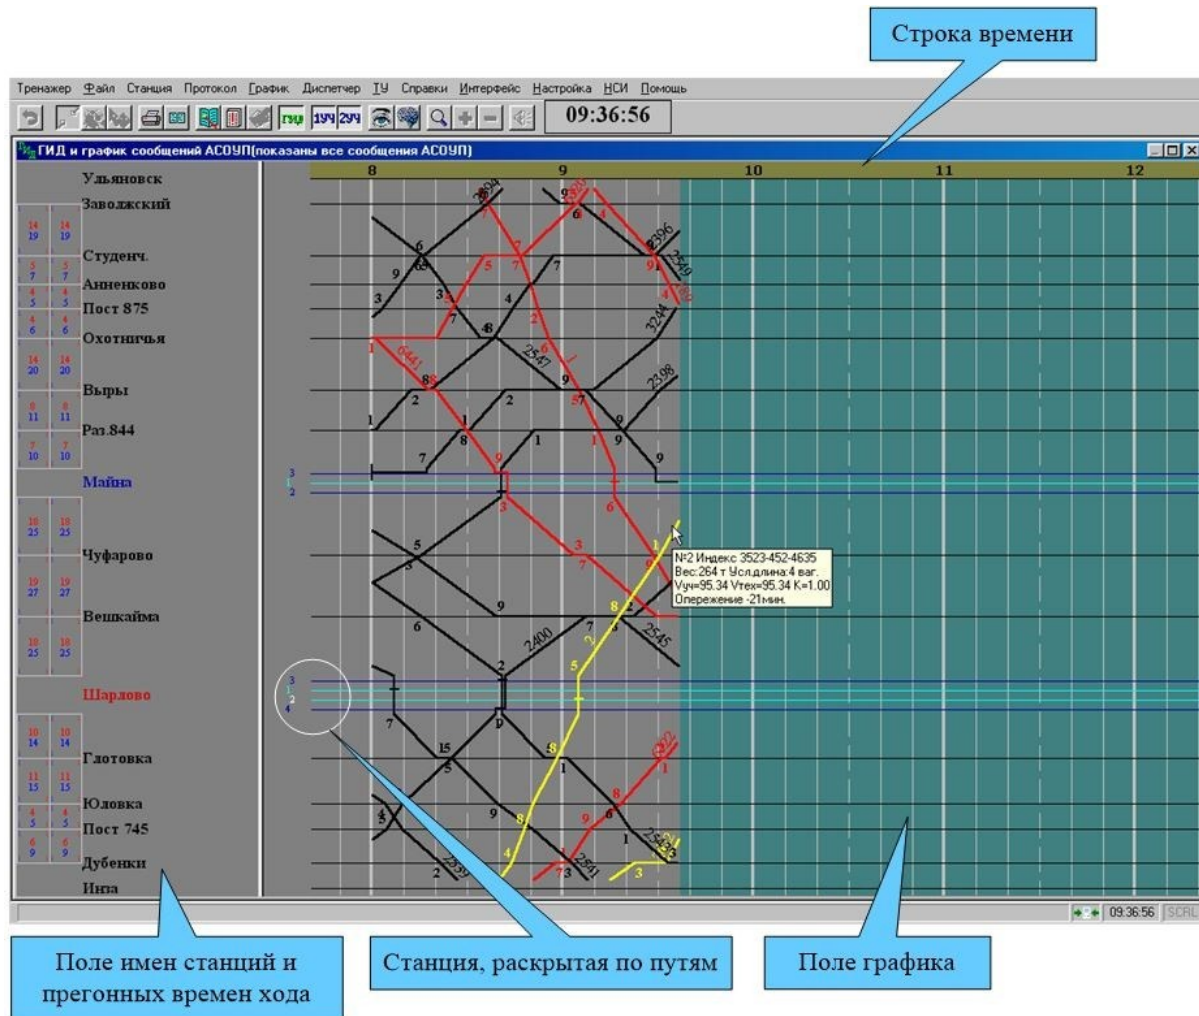

Рис. 24. График исполненного движения.
Поле ГИД (рис. 24) разбито на несколько зон:
Чтобы получить информацию о нитке поезда, необходимо навести на нее курсор «мыши». В результате нить обозначится другим цветом и появится информационное окно, сообщающее номер поезда, индекс, вес, длину в условных вагонах и другую сопутствующую информацию (рис. 24).
1. Установить курсор «мыши» на строку времени (рис. 24);
Изменение масштаба ГИД осуществляется клавишами и . Для того чтобы «раскрыть» станцию по осям путей (рис. 24), наведите курсор «мыши» на нее и нажмите два раза на левую клавишу. Эта функция позволяет определить путь станции, на котором производились операции с поездом.